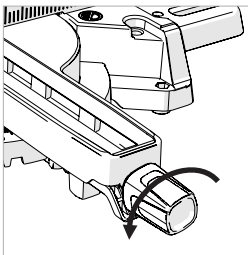

Fig. 42
- Lösen Sie die Verriegelungsschraube für die Gehrung (**Abb. 42**), indem Sie sie entgegen dem Uhrzeigersinn drehen.